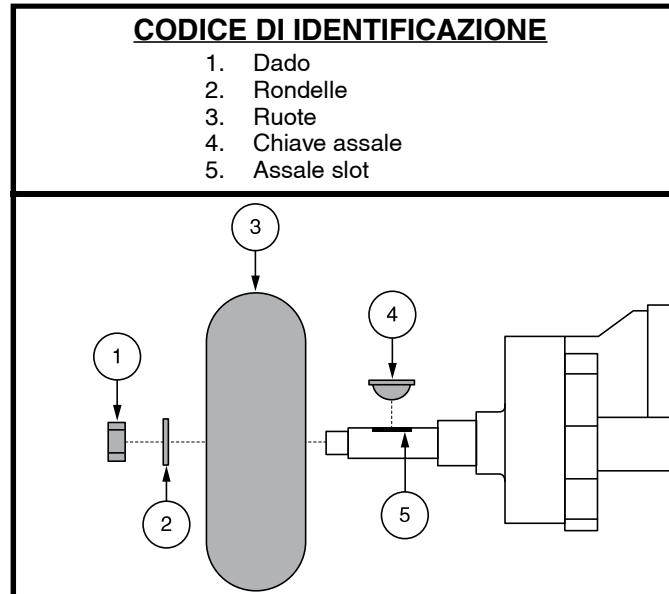

Figura 21. Rimozione di ruote a gomma solida
3. Rimuovere il cappuccio, dado e rondelle dall'assale della ruota. Vedere figura 21.